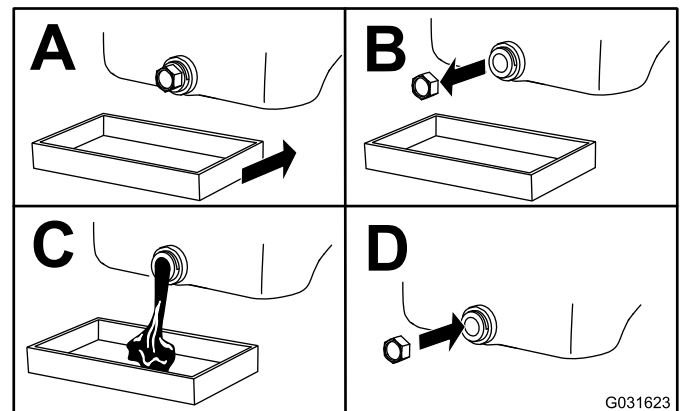

Figura 33
3. Cambie el aceite (Figura 33).